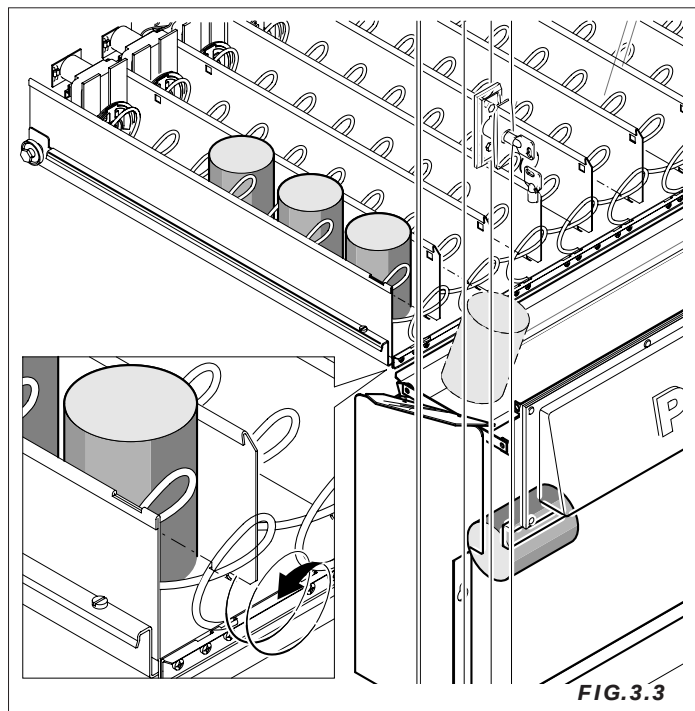

FIG.3.3
- el motor relativo al espiral en el que se encuentra el producto seleccionado, efectúa una rotación completa (360°) haciéndolo en el cajón de retiro del producto (Fig.3.3).